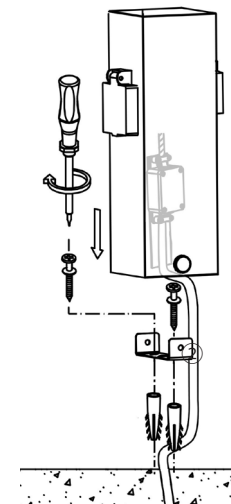

Bild 4
Bild 4: Die Dübellöcher mit Hilfe der Bohrschablone bohren und die Dübel einsetzen. Den Halter ② an dem Boden anschrauben und die Säule mit den 2 Schrauben ③ festschrauben.